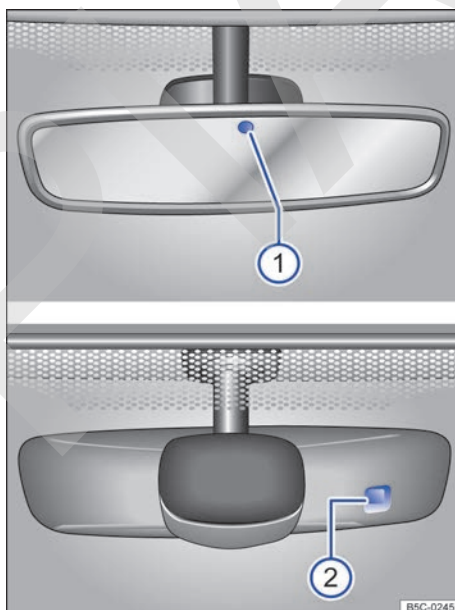

Fig. 88 En el parabrisas: retrovisor interior antideslumbrante automático.
Con el encendido conectado, los sensores miden la incidencia de la luz por detrás → fig. 88 ① y por delante ②.